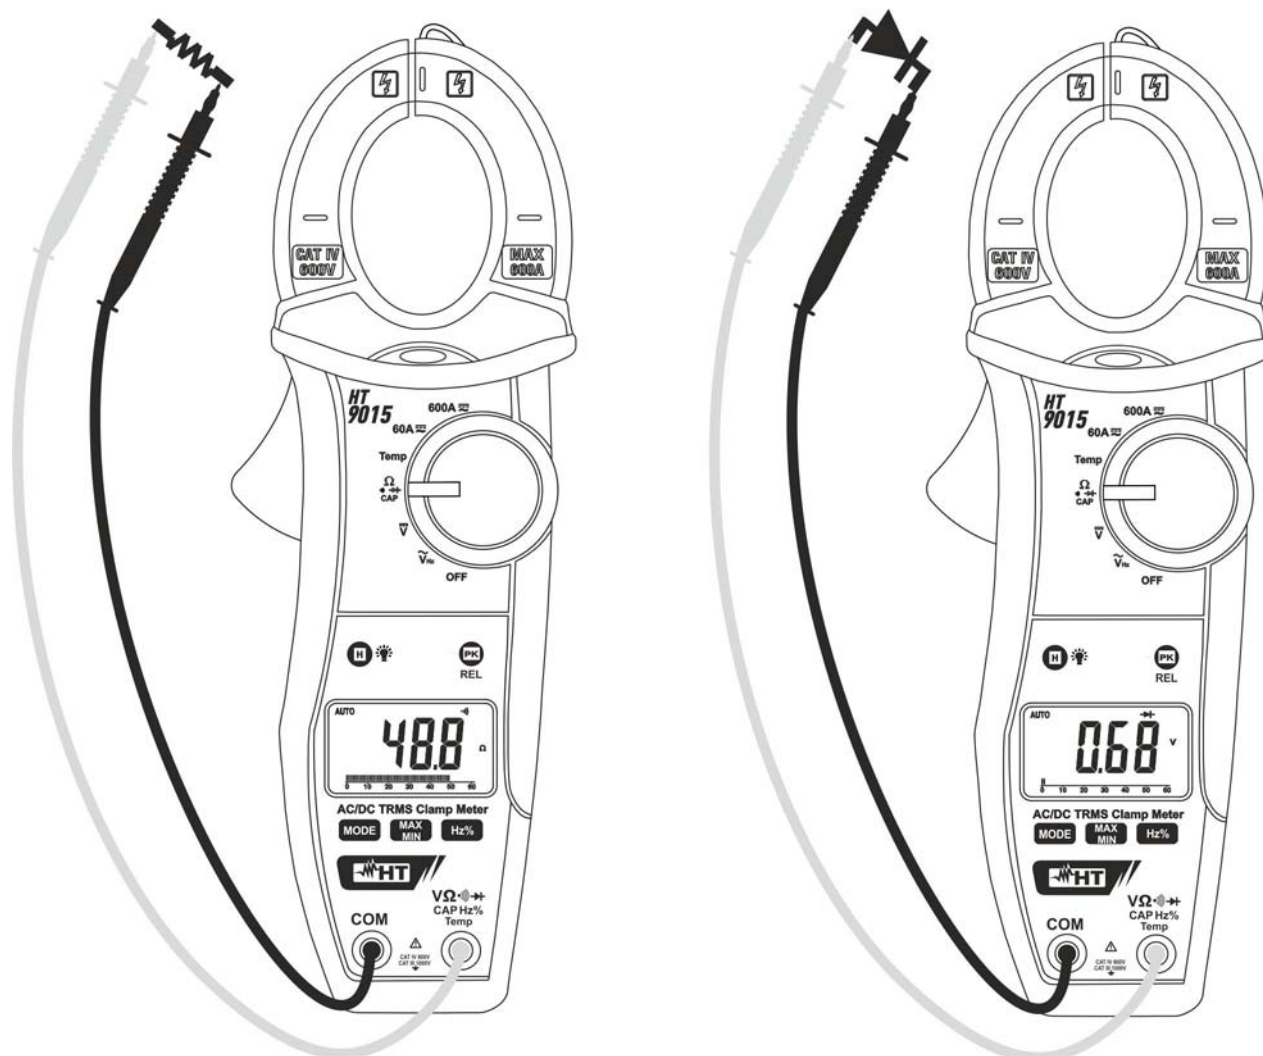

Fig. 6: Uso della pinza per Test Continuità e Prova Diodi
3. Inserire il cavo rosso nel terminale di ingresso **V $\Omega \cdot \text{CAP}$ Temp** e il cavo nero nel terminale di ingresso **COM** ed eseguire il test di continuità sull’oggetto in prova (vedere Fig. 6 – parte sinistra). Il cicalino emette un segnale acustico quando il valore della resistenza misurata è inferiore a circa 60Ω
5. Connettere il puntale rosso all’anodo del diodo e il puntale nero al catodo in caso di misura di polarizzazione diretta (vedere Fig. 6 – parte destra). Invertire la posizione dei puntali in caso di misura di polarizzazione inversa